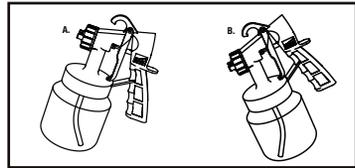

Figura 3
- Alinear el tubo de subida (figura 3). Con el tubo de subida en correcta posición, el contenido del depósito puede pulverizarse casi sin resto. Para trabajos en objetos tendidos deberá girar el tubo de subida hacia delante (figura 3A). Para trabajos de pulverización en objetos por encima de la cabeza deberá girar el tubo de subida hacia atrás (figura 3B).